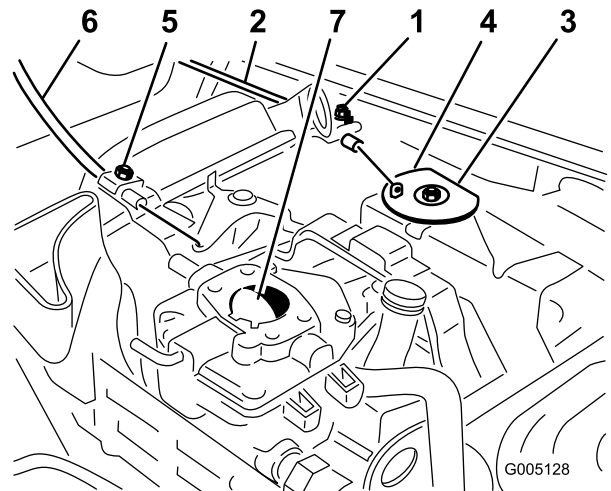

Figura 49
1. Afloje el tornillo de la abrazadera que fija el cable al motor (Figura 49).
3. Tire firmemente del cable del acelerador hasta que la parte trasera del pivote entre en contacto con el tope (Figura 49).
3. Tire firmemente del cable del estérter hasta que la palomilla esté cerrada del todo, luego apriete el tornillo de la abrazadera (Figura 49).